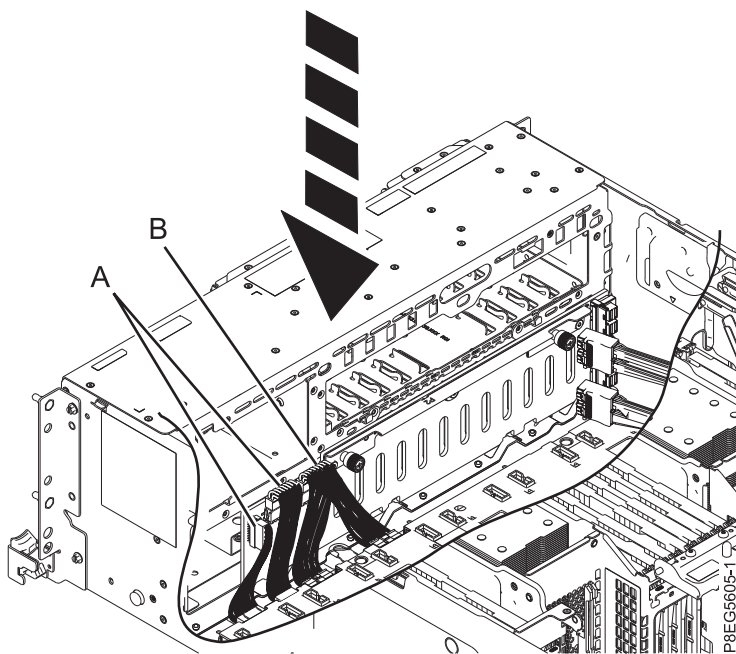

Figure 7. Reconnexion du cordon d'alimentation, du cordon d'interface et du câble du panneau de commande au fond de panier d'unité de disque
5. Reconnectez le cordon d'interface et le câble du panneau de commande (A), ainsi que le câble en Y d'alimentation (B) au fond de panier d'unité de disque, comme indiqué dans la figure 7.